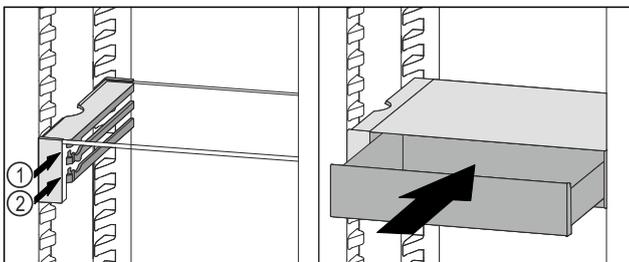

Fig. 149
- ▶ VarioSafe-Schubfach hinter den Stopperrn auf gewünschter Rippe Fig. 149 (1) oder Fig. 149 (2) aufsetzen.